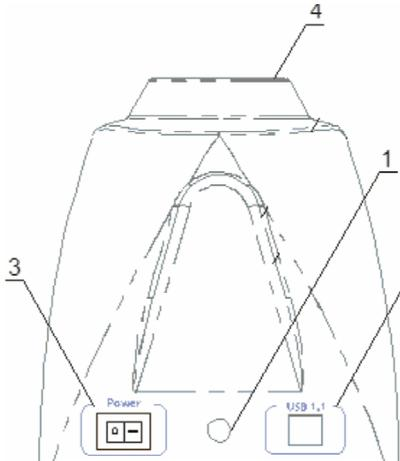

Abb. 1 Rückseite
- Schließen Sie das externe Netzgerät an die Netzsteckdose (Abb. 1/1) auf der Rückseite des Geräts an.
- Führen Sie das Falcon-Röhrchen in den Steckplatz ein (Abb. 1/4) ein.
- 5.1. Schließen Sie das externe Netzgerät an das Stromnetz an (Abb. 1/1).
- 5.2. Schalten Sie das Gerät mit Hilfe des Netzschalters (Power) auf der Rückseite des Geräts ein (Abb. 1/3).
- 5.3. Führen Sie das Röhrchen in den Steckplatz ein (Abb. 1/4).
- 5.9. Nach Beendigung des Betriebs schalten Sie das Gerät am Netzschalter aus (OFF) (Abb. 1/3).
- 5.10. Nehmen Sie das externe Netzgerät vom Stromnetz (Abb. 1/1).